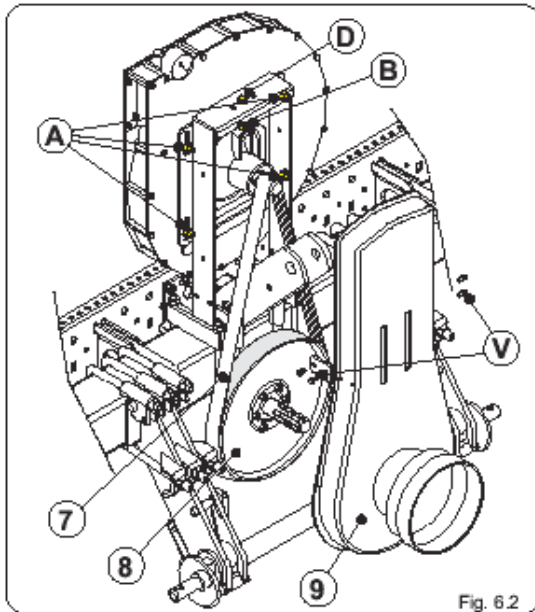

Fig. 6.2
- Napęd pasowy **7** (Rys. 6.2) składający się z koła napędowego **8** w łącznie z czopem wałka przekątnikowego i obudową **9**.
W celu sprawdzenia pasa należy wykonać następujące czynności: (Rys. 6.2).